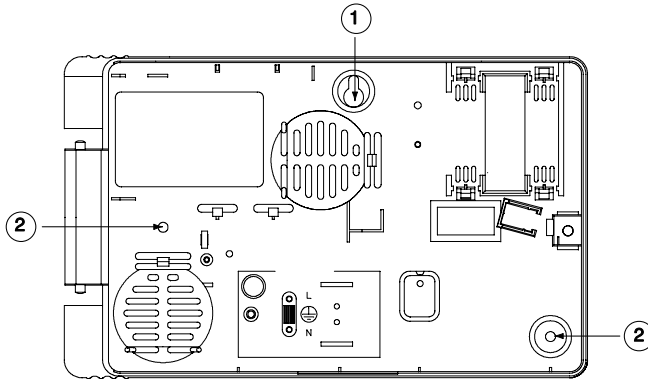

Figura 5. Posições dos Orifícios de Montagem
4. Segure a caixa contra a parede e assinale a posição do principal orifício (1 na Figura 5).
7. Assinale na parede a posição dos outros orifícios de fixação (2 na Figura 5).